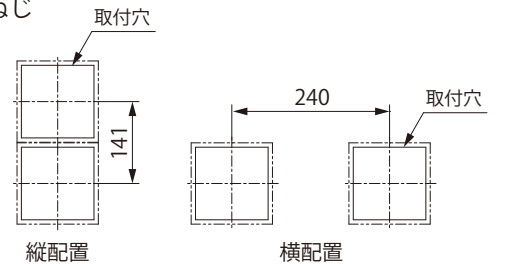

図 3 取付配置例
- ・本製品の取付ピッチは、ユニットを上下に並べて使用する場合 (縦配置) は 141 (外形寸法 +1) mm としてください。また、左右に並べて使用する場合 (横配置) は 240 (外形寸法 +100) mm としてください。(図 3)